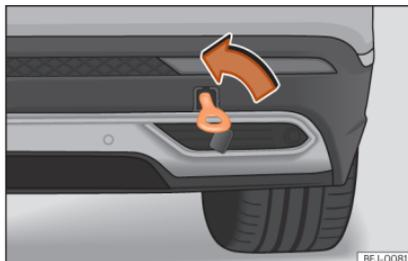

Fig. 48 No lado direito do para-choques traseiro: argola de reboque enroscada.
- Enrosque a argola de reboque no alojamento girando-a ao máximo **no sentido contrário ao dos ponteiros do relógio** »»» **Fig. 48** »»» ⚠. Utilize um objeto adequado com o qual possa enroscar completa e firmemente a argola de reboque no seu alojamento.